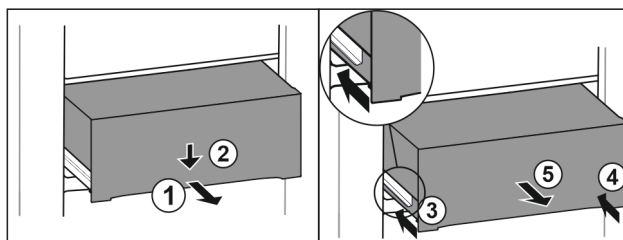

Fig. 70
- ▶ Вытяните выдвижной ящик наполовину. Fig. 70 (1)
- ▶ Вдавите выдвижной ящик в передней части вниз. Fig. 70 (2)
- ▶ Задвиньте левую направляющую прим. на 2 см. Fig. 70 (3)
- ▶ Задвиньте правую направляющую прим. на 2 см. Fig. 70 (4)
- ▶ Извлеките выдвижной ящик движением вперед. Fig. 70 (5)